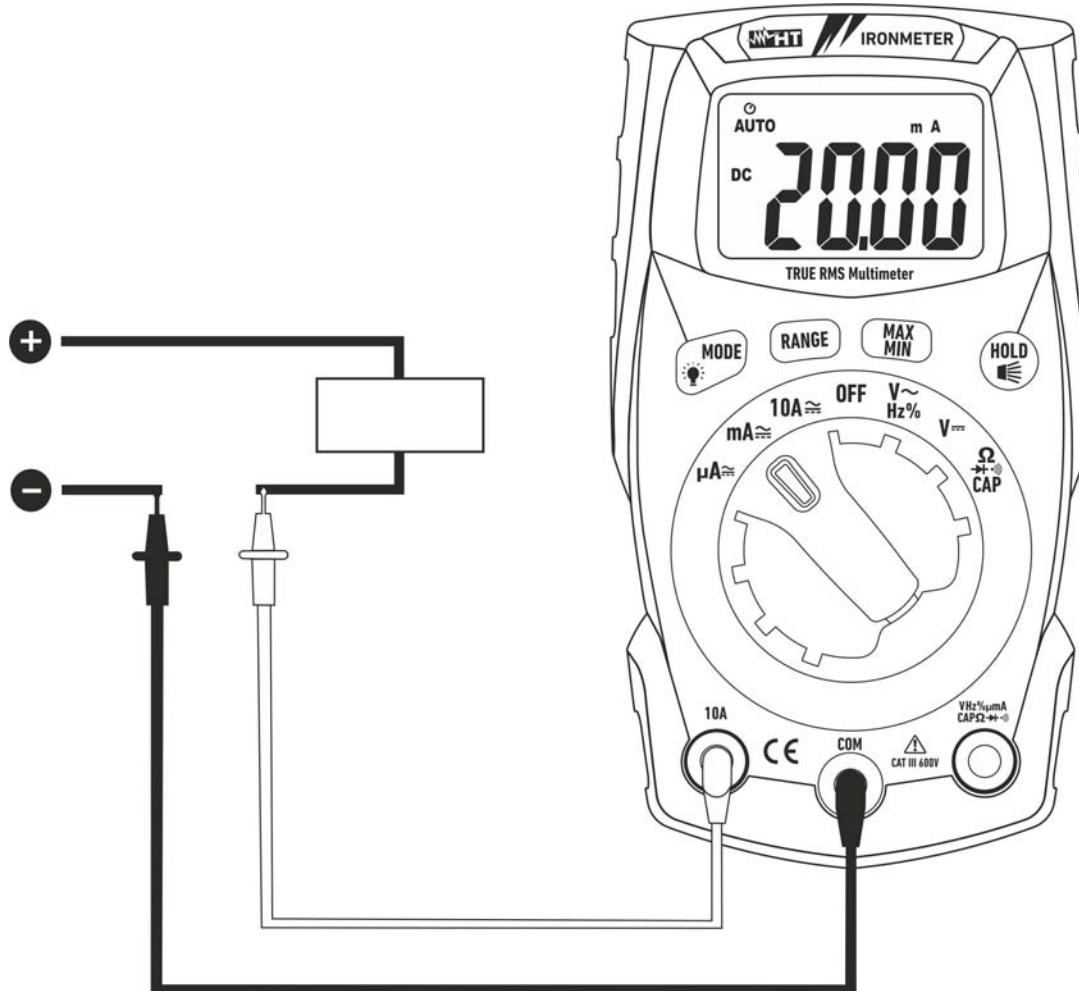

Fig. 8: Uso dello strumento per misura di Corrente DC
5. Collegare il puntale rosso ed il puntale nero in serie al circuito di cui si vuole misurare la corrente rispettando la polarità ed il verso della corrente (vedere Fig. 8).
8. La visualizzazione del simbolo "**-**" sul display dello strumento indica che la corrente ha verso opposto rispetto alla connessione di Fig. 8.